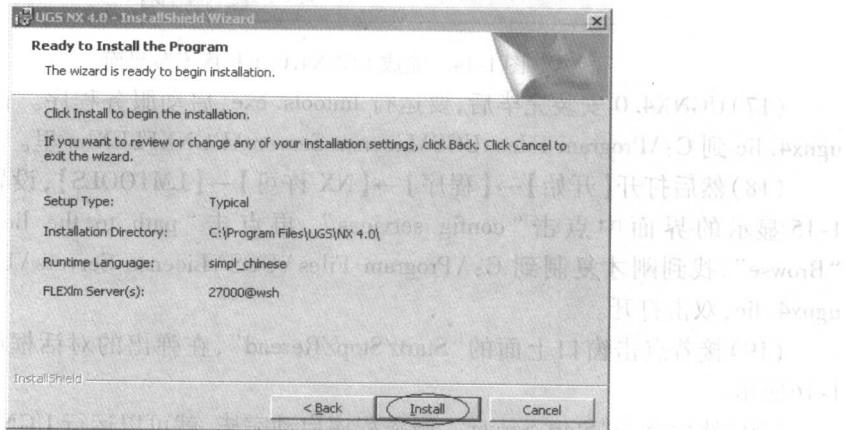

图 1-12 准备安装程序界面
- (14) 选择“中文(简体)”选项,然后再单击【下一步】按钮,出现准备安装程序界面,如图 1-12 所示。